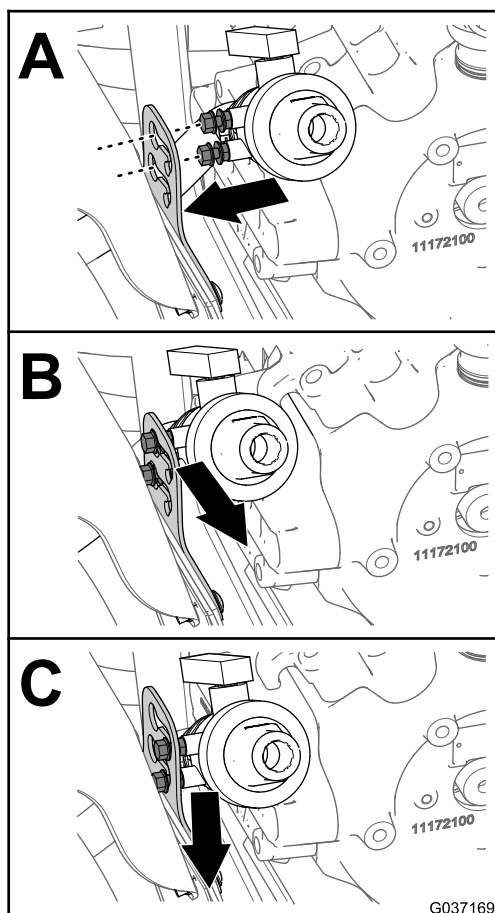

Figura 13
6. Alinee las contratuercas de la válvula de drenaje con los orificios de las ranuras en el soporte de la válvula de drenaje (A en la Figura 13).
7. Desplace la válvula de drenaje hacia el exterior y hacia abajo para fijar la válvula al soporte (B y C en la Figura 13).